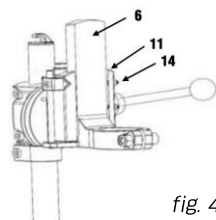

fig. 4
5. Assurez-vous que la tête de glissière (n° 6) fonctionne sans heurt (fig. 4).